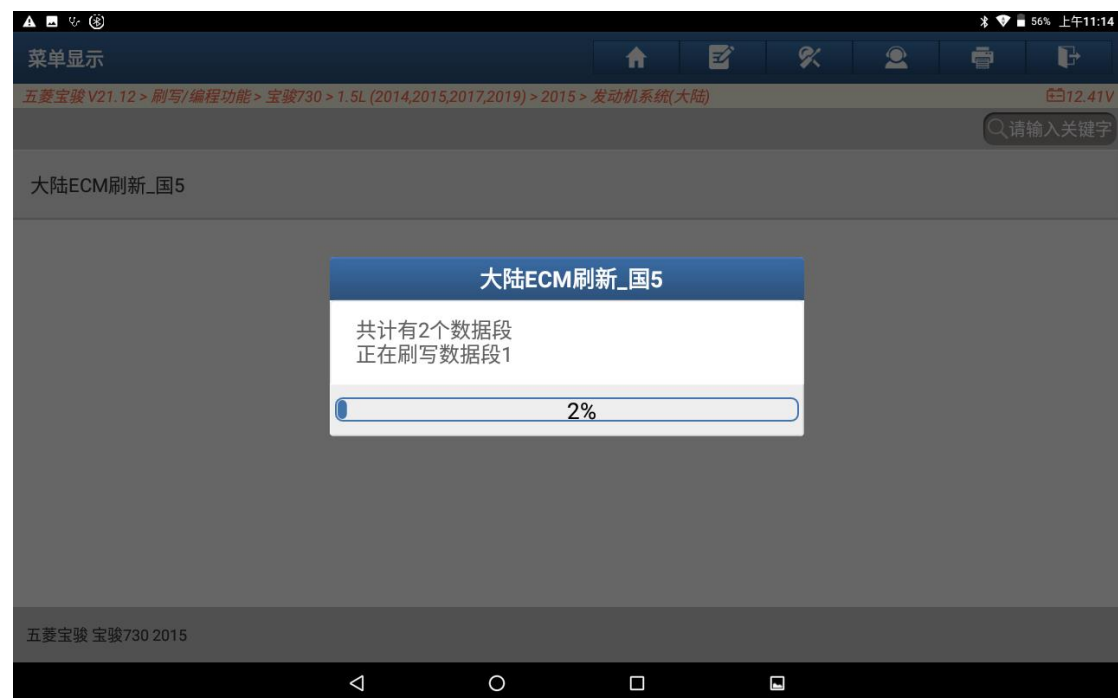

图 11
11. 提示正在编程，此过程可能持续几分钟到十几分钟不等的时间，如图 11；